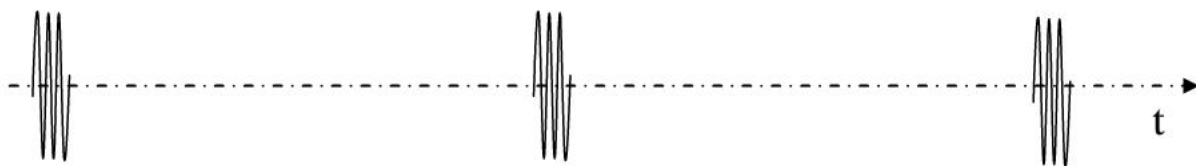

图 2 信号波形示意图
- (1) 制作可移动的声源。可移动声源产生的信号为周期性音频脉冲信号，如图 2 所示，声音信号频率不限，脉冲周期不限。